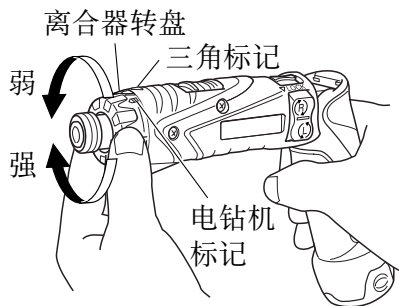

图 7
6. 确认离合器转盘的位置（请参照图 7）
(2) 旋紧转矩的指示（请参照图 7）
(3) 调节旋紧转矩（请参照图 7）